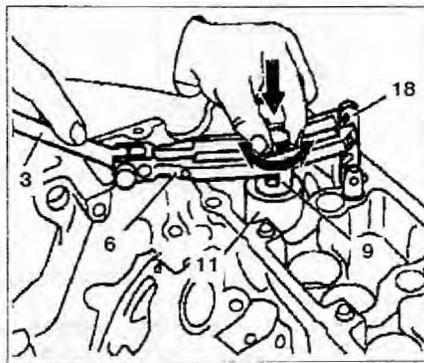

Рис. 2.17. Установите упорную вилку 6 с рычагом 3.
9. Установите упорную вилку 6 с рычагом 3 (рис. 2.17).